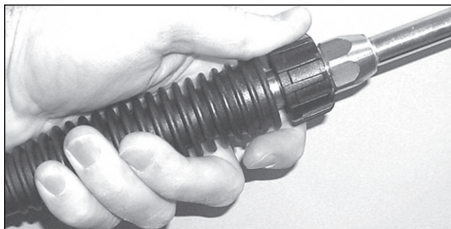

Figura 6 - Conecte la lanza a la pistola
5. Conecte la lanza con la boquilla a la pistola (vea la Figura 6).